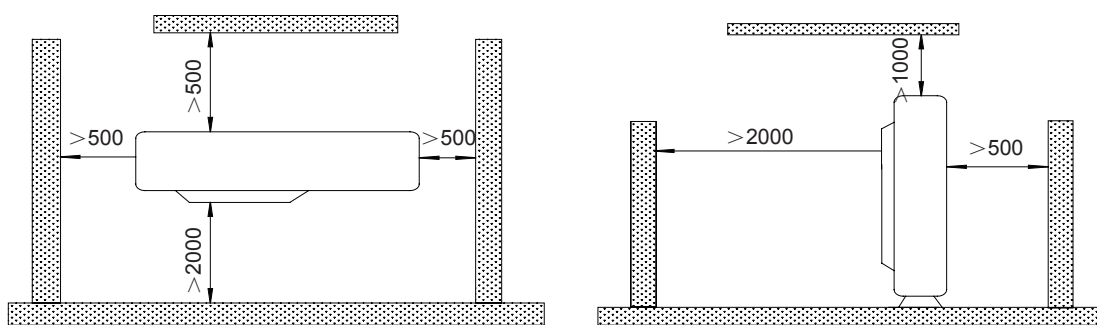

Fig. 3
- ① . Installare l'unità con un'inclinazione massima di 5°.
- ② . Qualora l'unità esterna dovesse essere esposta a condizioni di vento forte, fissarla saldamente in sede di installazione.
- (1). Se possibile, l'unità non deve essere esposta alla luce diretta del sole. (Se necessario, installare una tendina oscurante che non interferisca con il flusso dell'aria.)
- (2). Installare l'unità esterna in un luogo in cui sia protetta il più possibile dall'imbrattamento o dall'acqua piovana.
- (3). Installare l'unità esterna in un punto in cui il collegamento con l'unità interna possa essere effettuato agevolmente.
- (4). Installare l'unità esterna in un luogo che consenta un facile deflusso dell'acqua di condensa durante il funzionamento in modalità riscaldamento. Non posizionare animali o piante sulla traiettoria dell'aria calda.
- (5). Tenere in considerazione il peso del condizionatore e selezionare un luogo con un livello di vibrazioni e rumorosità ridotto.
- (6). Installare l'unità esterna su una superficie che ne sopporti il peso e possa contenere al massimo vibrazioni e rumorosità.
- (7). Predisporre lo spazio indicato in Fig. 3 per evitare che il flusso dell'aria venga ostruito. Anche per garantire un funzionamento ottimale, tre lati su quattro delle costruzioni periferiche devono essere lasciati liberi.